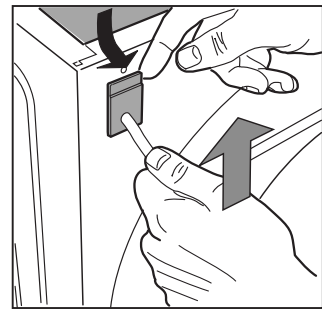

Fig. 16
5. Afaste ligeiramente a parte superior do passa cabo do encosto, puxe o cabo de alimentação para cima e então tire-o [fig. 16].